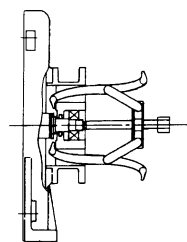

図 7
- (1) ベルト⑩および、ブロワプーリ③を外す。(ベルトを外す方法は、「12. ベルト張り調整・交換要領」に従ってください。)
- (2) ブロワ本体をベースより外す。適当な台に吸込口が上を向くようにブロワを置く。(作業中、ブロワを転倒させないように注意してください。)
- (3) ベアリングカバー⑧を外す。
- (4) ベアリングナット⑨、ベアリングワッシャ⑩を外す。
- (5) 入口側ベアリングボックス⑦を取り付けているネジを外し、プーリ抜きを用いて入口側ベアリング⑪と入口側ベアリングボックス⑦を共に抜く。(図 7)
- (6) 入口側ベアリングボックス⑦より入口側ベアリング⑪を抜く。この時、ハンマの柄などで裏面より入口側ベアリング⑪をたたくと抜ける。
- (7) ケース締付ボルト⑭を外し、ファンケース(C)⑥を外す。
- (8) ファン止めナット⑫、ファン止めワッシャ⑬を外す。
- (9) カラー⑮を外し、ファン⑯、デフレクタ⑰、ファンケース(B)⑤の順で最後のファン⑯まで取り外す。